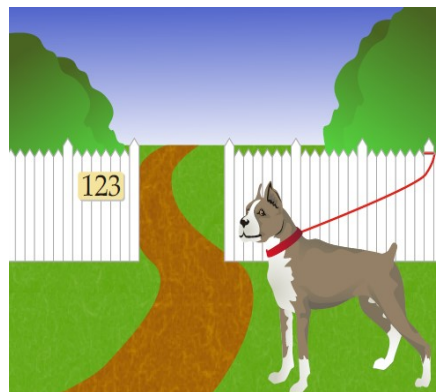

Fig. 4
4. S'assurer que le site est sécuritaire et accessible (clôture déverrouillée, animaux domestiques attachés, branches d'arbres coupées, paillis décoratif retiré). Le numéro civique doit être visible à partir de la voie publique. Fig. 4
4. The site should be safe and accessible (unlocked fence, attached pets, free of branches from trees, etc.). The street number must be visible from the public road. Fig. 4